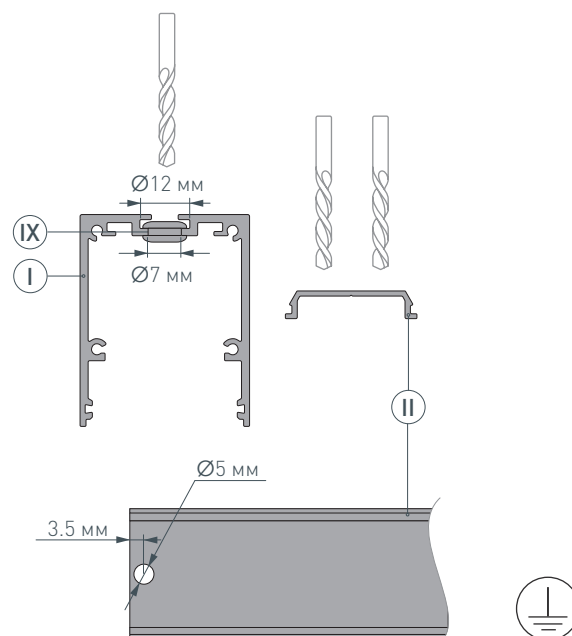

Рис. 1. Подготовка отверстия для вывода кабеля на основании для светодиодной ленты **II**. Вид сверху
- 1** / Просверлите два отверстия $\varnothing 12$ мм и $\varnothing 7$ мм в профиле **I** для вывода сетевого кабеля, а также для установки клемм заземления профиля и блока питания. Затем просверлите отверстие $\varnothing 5$ мм в основании для ленты **II** для вывода кабеля питания светодиодной ленты, как показано на рис. 1. **Установите клеммы заземления профиля и блока питания.** Установите в профиле **I**, в отверстии для сетевого кабеля силиконовую муфту **IX**.